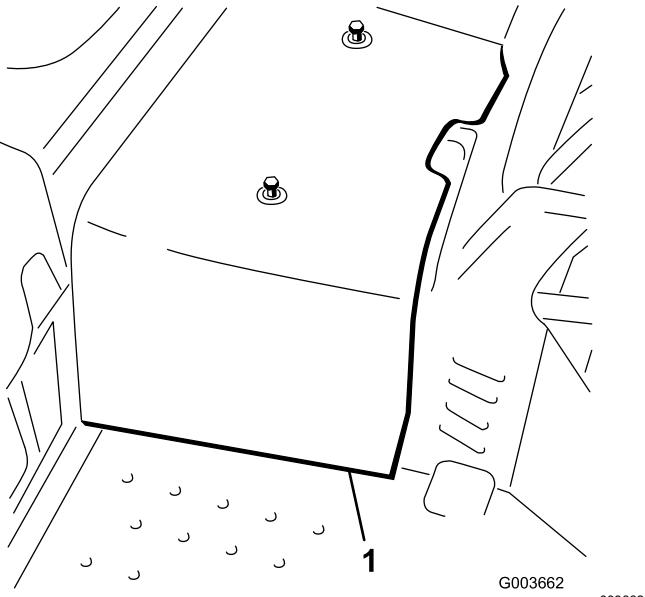

Figure 3
8. Détachez et déposez le carénage central du cadre (Figure 3).